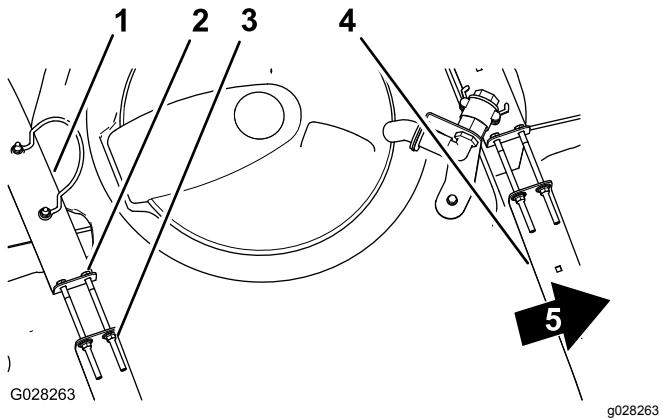

図 26
2. タンクとタンク固定ベルトとの間に、たるみができていないか点検する図26。
3. ベルトにゆるみがある場合には、ベルトの上部にあるフランジロックナットとボルトを締めてベルトとタンクとが面一になるようにする図 26。